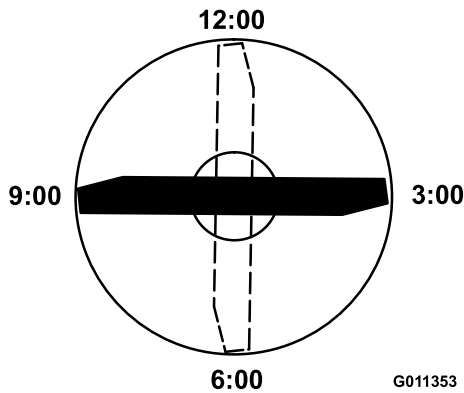

Bild 81
4. Positionieren Sie die Schnittkante der markierten Messerseite in die 12-Uhr-Stellung (geradeaus in Mährichtung) (Bild 81) und messen die Höhe vom Tisch bis zur Schnittkante.
5. Drehen Sie die markierte Seite des Messers auf die 3- und die 9-Uhr-Stellung (Bild 81) und messen die Höhe.